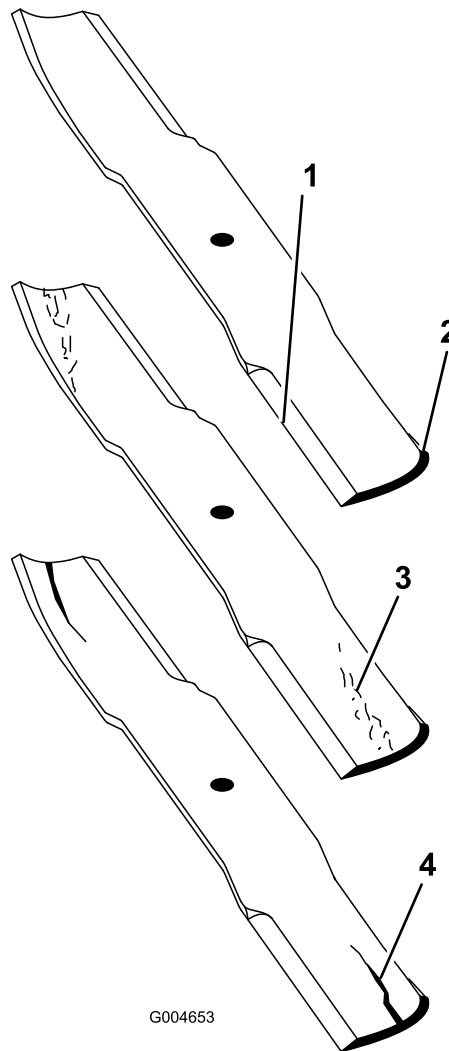

Рисунок 127
2. Осторожно проверьте режущие кромки ножей, особенно в точке соединения плоской и изогнутой частей ножа (Рисунок 127).
Примечание: Так как песок и абразивные материалы могут вызвать износ металла, соединяющего плоскую и изогнутую части ножа, проверьте нож перед использованием газонокосилки. В случае обнаружения износа (Рисунок 127) замените нож.